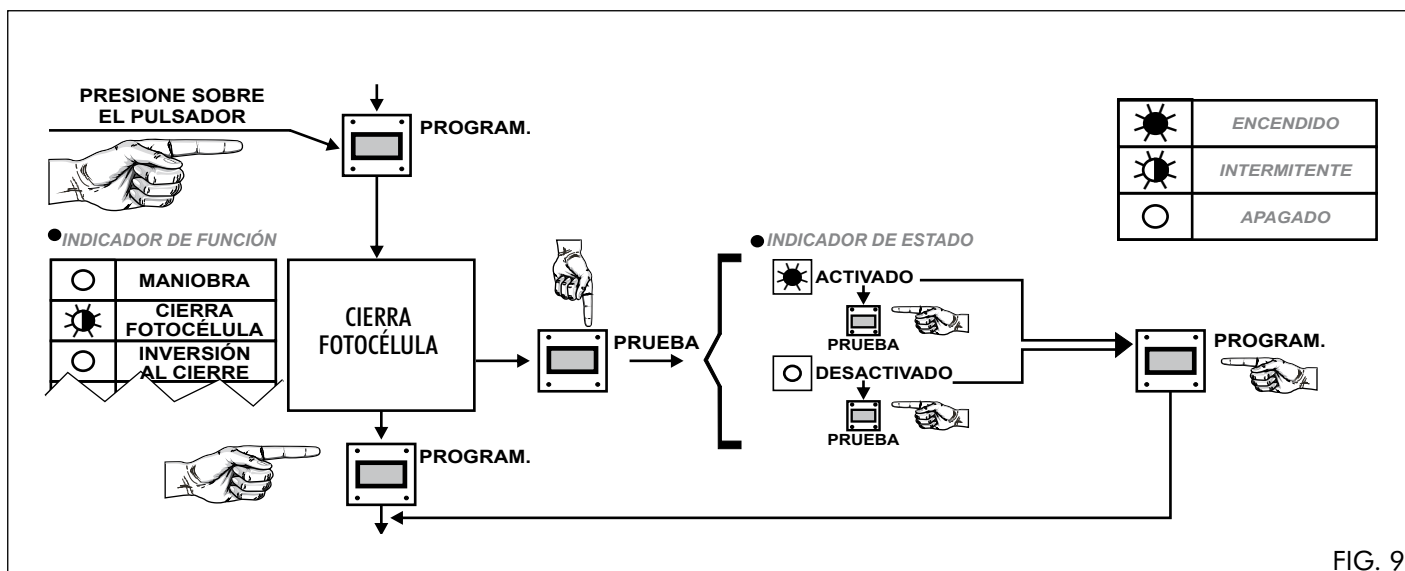

FIG. 9
**3.5.1.** Presione la tecla «PROGRAM» hasta que el indicador de función **CIERRA FOTOCÉLULA** se encienda intermitentemente (ver fig. 9).
**3.5.2.** Presione sucesivamente la tecla «PRUEBA» (ver fig. 9) hasta alcanzar la opción deseada.